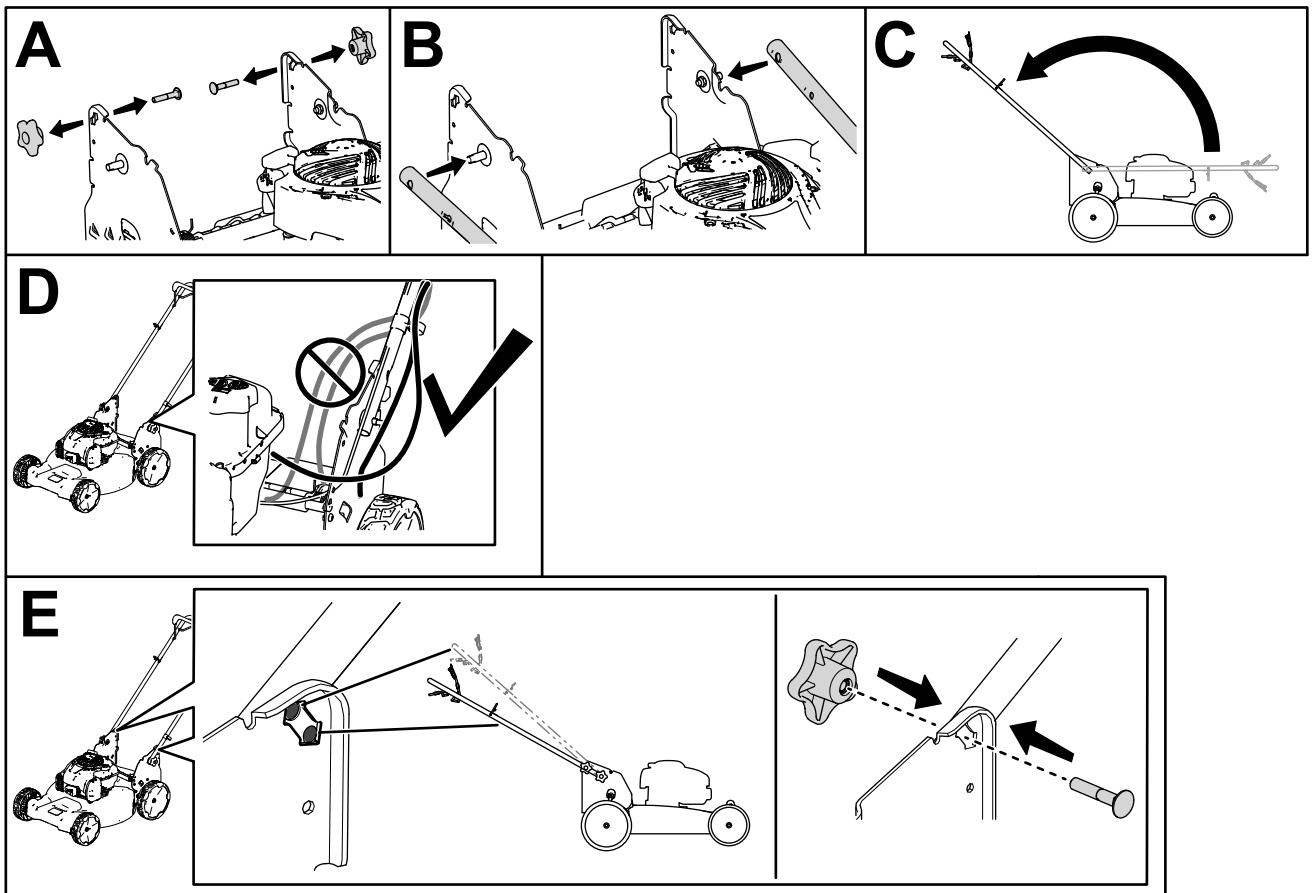

Figure 3
1. Retirez les boutons et les boulons de carrosserie des supports du guidon (A de Figure 3), et mettez-les de côté.
2. Fixez le guidon à la machine en utilisant les trous à l'extrémité du guidon (B de Figure 3).
3. Ramenez la poignée en arrière à la position d'utilisation (C de Figure 3).
4. Vérifiez que les câbles passent bien à l'extérieur du guidon (D de Figure 3).
5. Serrez les boutons et les boulons de carrosserie pour bloquer le guidon à la position d'utilisation (E de Figure 3).